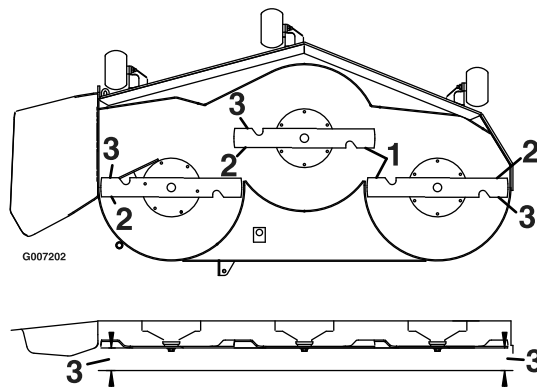

Figura 69
4. Misurate la distanza tra i taglienti esterni e la superficie piana (Figura 69). Se entrambe le misure non rientrano nella tolleranza di 5 mm, è necessario eseguire una regolazione; passate alla procedura Livellamento.